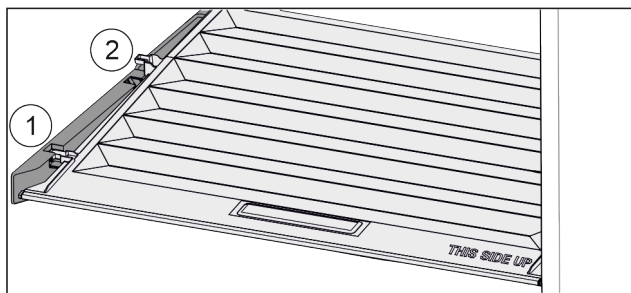

Fig. 54
- ▶ Trageți capacul în față Fig. 54 (1) până la orificiul din piesele suportului.
- ▶ Ridicați în spate de jos și scoateți Fig. 54 (2) în sus.